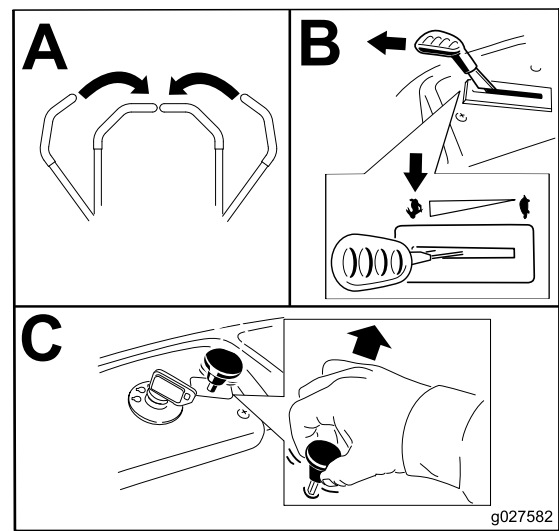

Figura 13
2. Mueva la palanca del acelerador a la posición de Rápido (Figura 13).